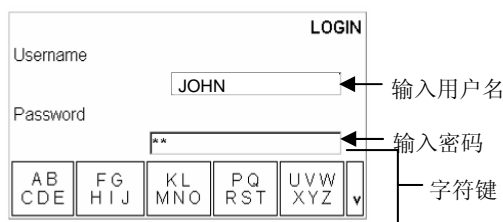

图 3-2: 输入用户名与密码
1. 按确认键将活动光标定位在用户名文本框，此时功能键自动变化成字符键 (图 3-2)。